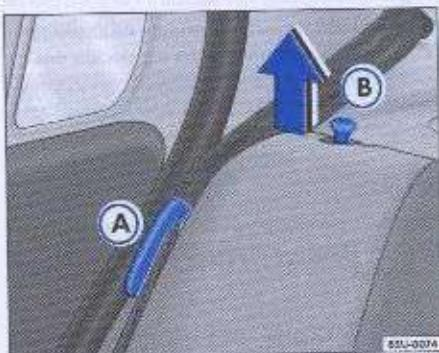
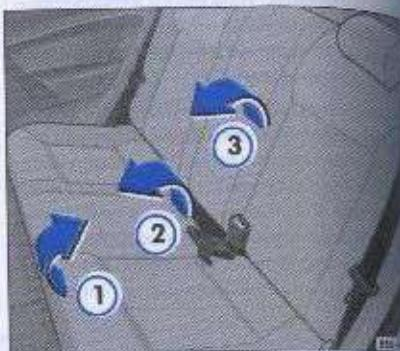

Fig. 80 Posicionador de la banda del cinturón de seguridad y perno de desbloqueo del respaldo
Fig. 81 Rebamiento del asiento
- Para los vehículos que poseen cinturones de 3 puntos con enrollador automático, encastre las bandas de los cinturones en los respectivos alojamientos en el revestimiento lateral → fig. 80 A. Para los vehículos que poseen cinturones de 3 puntos sin enrollador automático, fíjese para que la banda de los cinturones no quede sujetada entre el asiento del y la lateral del vehículo.
- Destrabe el asiento, forzando su parte delantera hacia arriba → fig. 81 ①.
- Levante la parte trasera del asiento → fig. 81 ② y desplácelo totalmente hacia adelante, en forma que el asiento se quede lo más cerca posible del piso y del respaldo del asiento delantero.
- Levante los pernos → fig. 80 B y, al mismo tiempo, incline parcialmente el respaldo del asiento ③ y remueva los apoyos para cabeza → página 101 → △. Bajar totalmente el respaldo.
- Encastre las bandas de los cinturones en los respectivos posicionadores → página 104, fig. 80 A.
- Levante los pernos → página 104, fig. 80 B y, al mismo tiempo, incline parcialmente el respaldo del asiento → página 104, fig. 81 ③.